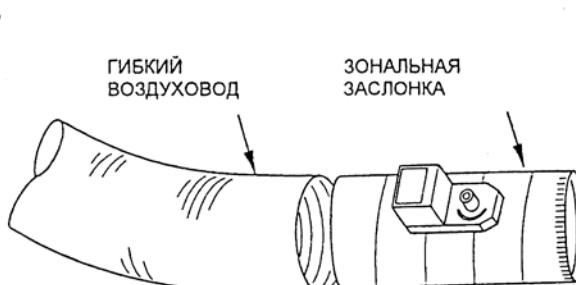

Рис. 5 – Круглый гибкий воздуховод
- Надвиньте конец круглого гибкого воздуховода на конец зональной заслонки (см. рис. 5).